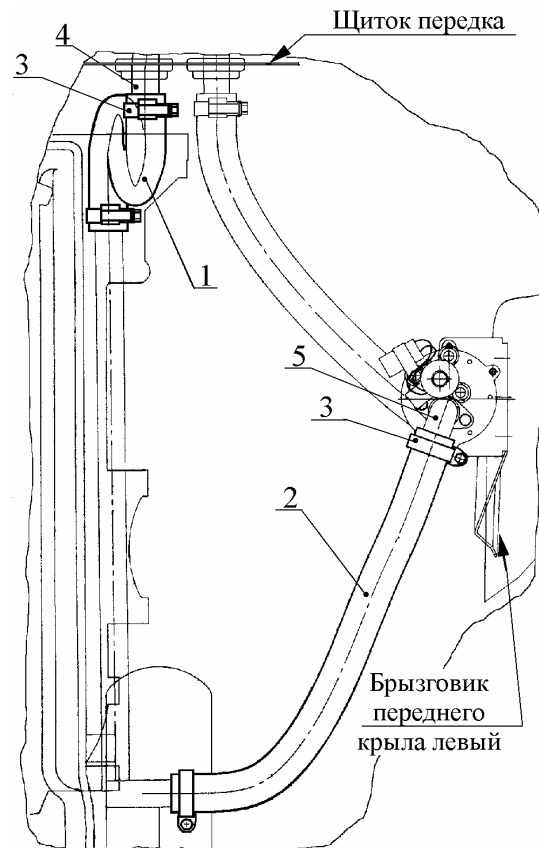

Рис.12. Отсоединение шлангов отопителя:
4.13.3. Отсоединить **шланги отопителя 1** (рис. 12) и 2, от патрубка отопителя 4 и от патрубка крана отопителя, ослабив крепления хомутов 3